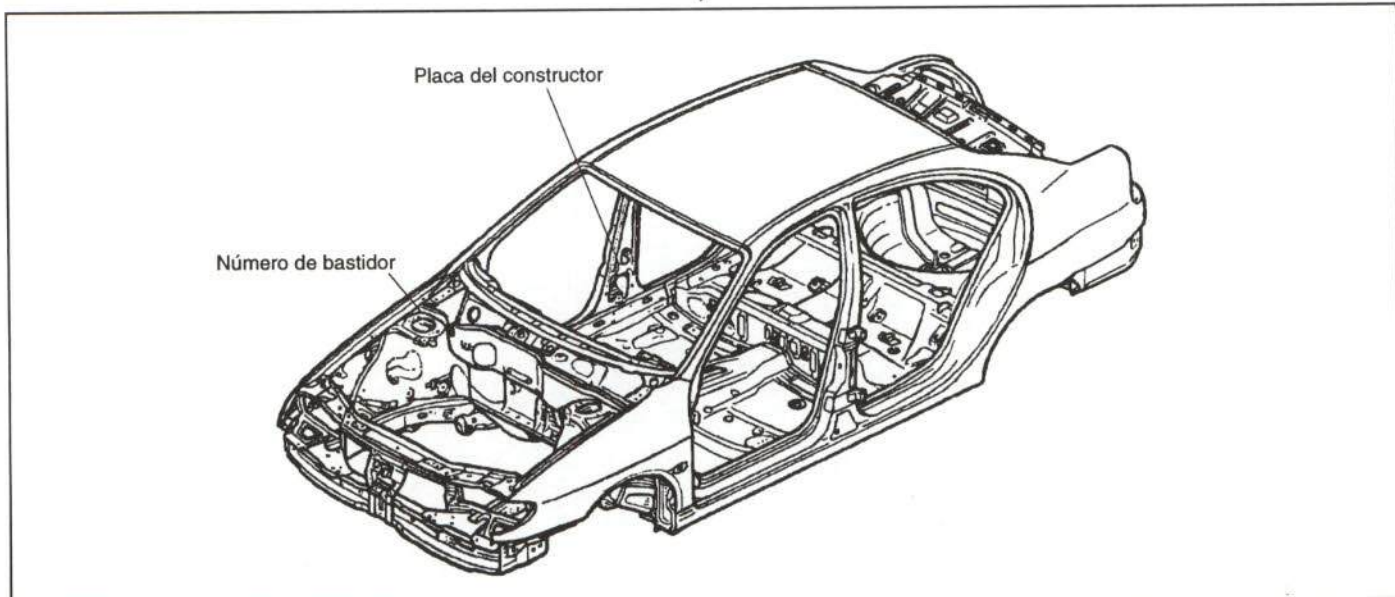

Figura 1.- Situación de las placas de identificación del vehículo
La situación de estas placas se refleja en la figura 1.
- **El número de bastidor** se encuentra troquelado en la parte superior de la torreta de suspensión derecha (figura 1).